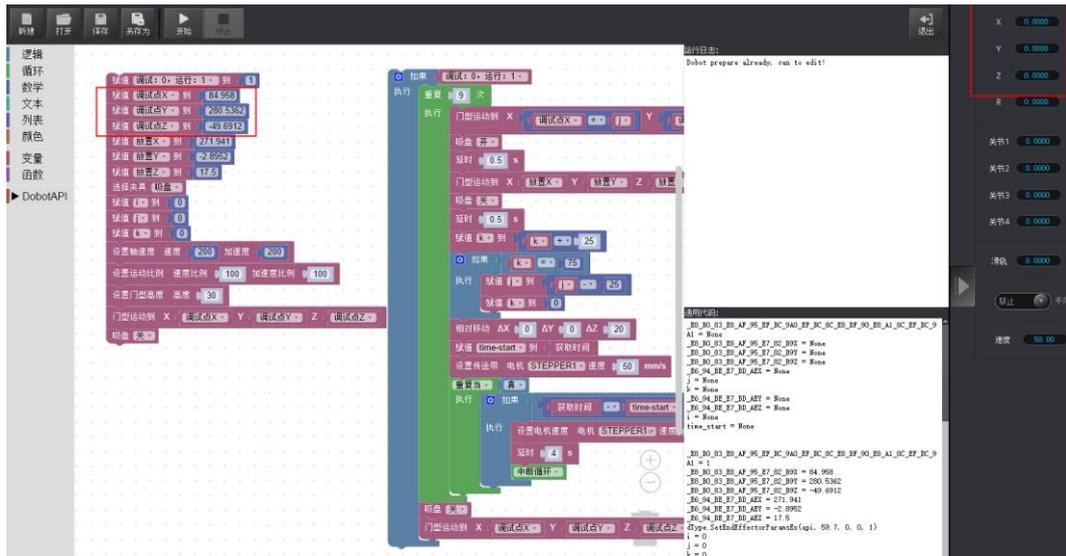

图 4.2 修改 Blockly 中调试点 XYZ 的数值
2. DobotStudio中的控制面板会自动读取当前XYZ轴的值，将读取的数值填入搬运demo中。如图 4.2所示。